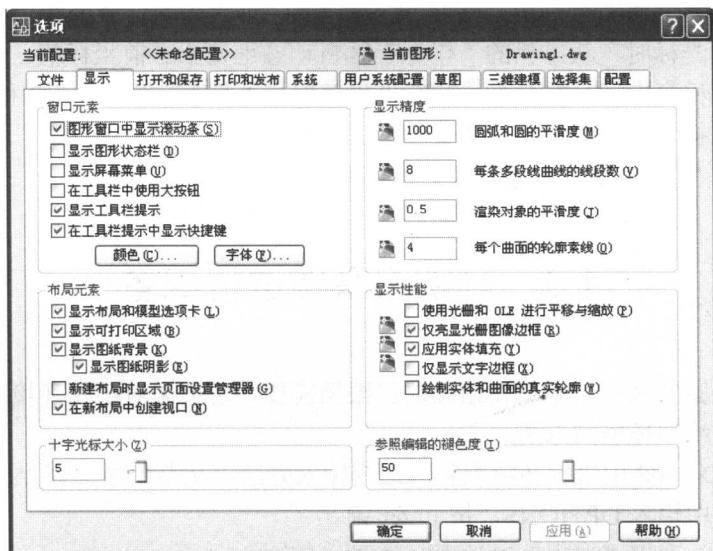

图 1-7 “显示”选项卡
(1) 从菜单中选择“工具”|“选项”命令，打开“选项”对话框，切换到“显示”选项卡，如图 1-7 所示。